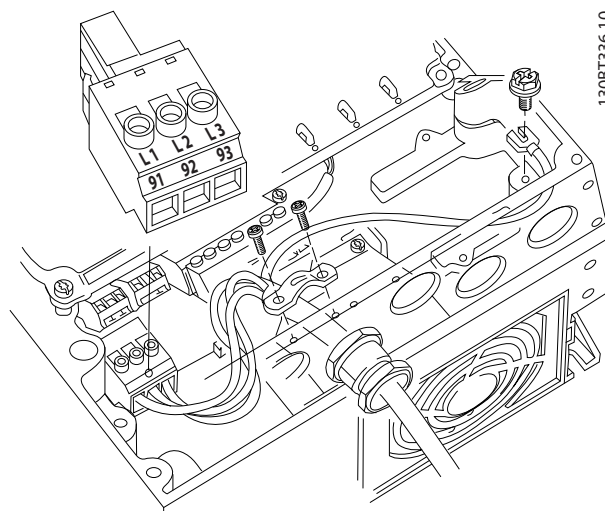

図 2.11 交流主電源への接続
- 3 相交流入力電力のワイヤを端子 L1、L2、L3 に接続します（図 2.11 を参照）。